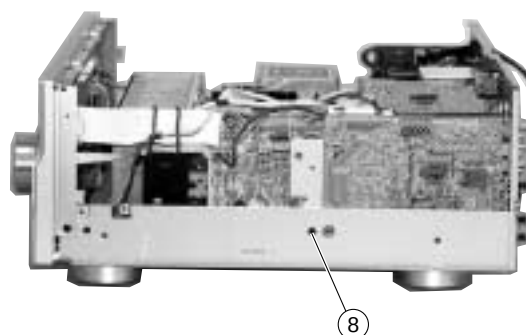

Fig. 9
- Remove 1 screw (⑧). (Fig. 9)
- ⑧のネジ1本を外します。(Fig. 9)
6. Operation check of MAIN (2) P.C.B.
6. MAIN (2) P.C.B. の動作チェック